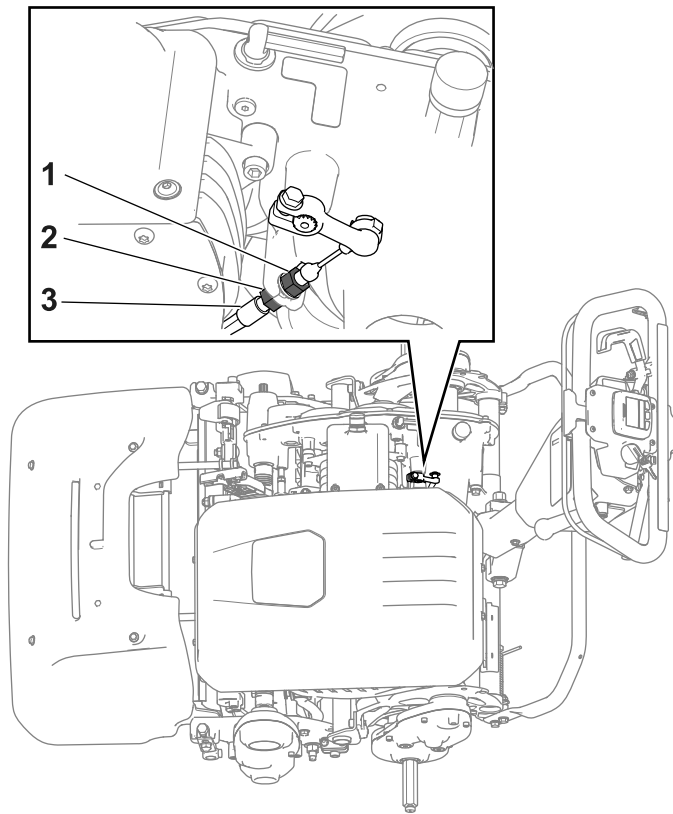

Figura 25
- Para aumentar la tensión del cable, afloje la tuerca autoblocante del cable delantero y apriete la tuerca autoblocante trasera (Figura 25). Repita el paso 2 y ajuste la tensión si es necesario.
- Para reducir la tensión del cable, afloje la tuerca autoblocante trasera del cable y apriete la tuerca autoblocante del cable delantero (Figura 25). Repita el paso 2 y ajuste la tensión si es necesario.